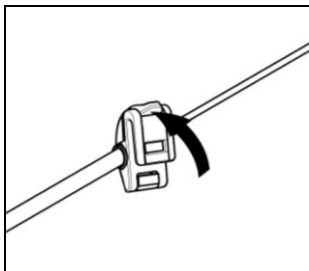

Fig. 23
- Aprire la clip posizionata sull'asta del microfono, facendo leva come indicato in Fig. 23.